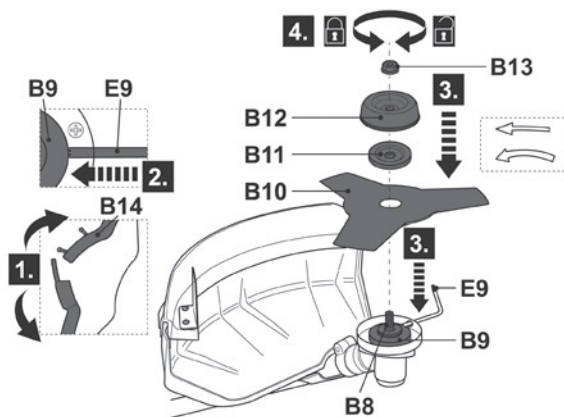

Fig. 10
- > Aperte a porca (B13) para a esquerda enquanto bloqueia o fuso (B8) com a chave Torx de 5 mm (E9) para fixar a lâmina do cortador (B10). Depois, remova a chave Torx (Fig. 10).